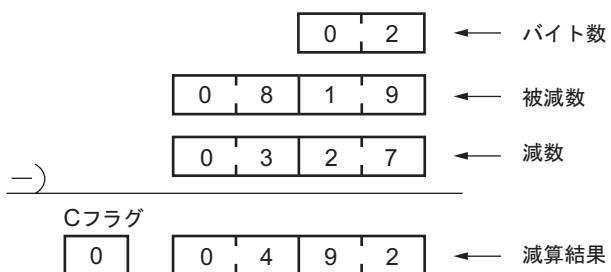

図 3 上位ビットを使用しない場合の減算例
1. 図 3 のように上位ビットを使用しない場合は、使用しないビットに"0"を設定してください。